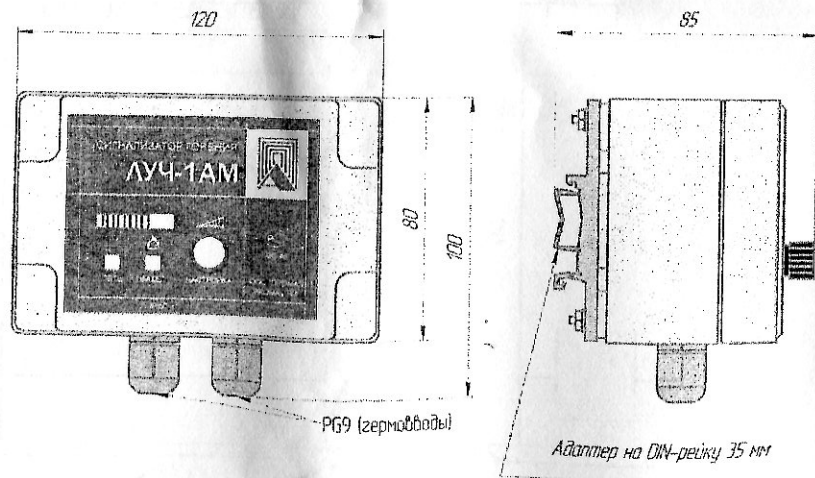

Рис. 1.5. Сигнализатор ЛУЧ-1АМ исп. 032.
- Рис. 1.5. Сигнализатор ЛУЧ-1АМ исп. 032. Габаритный чертеж.